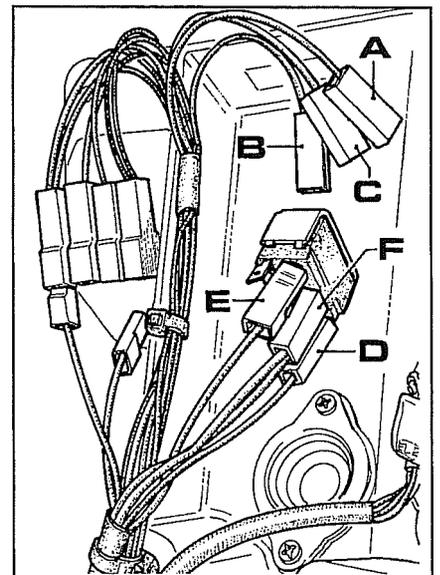

Abb. 44
8. Die Kabel des Kabelstrangs der Maschine **D-E-F** am Schalter Heben/Senken anschließen und dabei die folgende Paarung beachten (siehe Abb. 44):